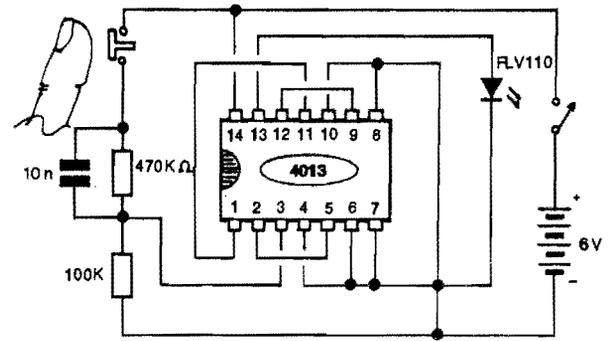

FIG. 6
- FIG. 6 - FAZENDO EXPERIÊNCIAS COMPROBATÓRIAS... - O Leitor/"Aluno" pode, muito facilmente, com o auxílio de uma matriz de contatos (Proto Board) realizar na prática algumas elucidativas EXPERIÊNCIAS, para comprovar, "ao vivo", o funcionamento dos blocos lógicos BIESTÁVEIS contidos no 4013, nas explicadas funções de divisor ou contador. Com um pouco de atenção, basta interligar os componentes sobre o Proto Board, "nos conformes" do esqueminha (que é muito simples...) para obter um divisor por 4 experimental... Uma rede RC, formada pelos resistores de 100K e 470K mais o capacitor de 10n, juntamente com um interruptor de pressão (push-button) tipo Normalmente Aberto, permite a injeção de pulsos na Entrada do sistema, um a um (fáceis de contar mentalmente, portanto...), através de pressões sequenciais no botão do dito interruptor... Para indicar o momentâneo estado digital presente na Saída, um LED comum é utilizado, e ligado de modo que apenas acenderá quando o pino 13 do 4013 se mostrar "alto", ou em "1"... Realizada a montagem experimental, totalmente sem solda (o que permitirá a posterior re-utilização dos componentes em outras experiências...), aplicam-se os pulsos, premindo o push-button uma vez para cada pulso e verifica-se que são necessários 4 pulsos na Entrada, para que o LED indicador mostre um período de acendimento... Se for apertado 8 vezes o interruptor, serão vistos dois períodos de acendimento do LED, e assim por diante...! Com um pouquinho de racio-
- FIG. 9 - INTERPRETANDO AS SAÍDAS DO 4040 COMO UM "TOTALIZADOR" (CONTADOR) BINÁRIO PRÁTICO... - Para simplificar as coisas, e não assustar muito a "turma", utilizaremos no presente exemplo, apenas as 4 primeiras Saídas do 4040, nas quais a Frequência do "trem de pulsos" original aparece nas proporções de F/2, F/4, F/8 e F/16. Pelo conjunto de "estados" possíveis (sempre "0" ou "1", como já sabemos...) nessas 4 Saídas, ordenadas da forma indicada, teremos em BINÁRIO a perfeita *contagem* dos pulsos aplicados à mencionada Entrada de CLOCK...! Se o "Aluno" for do tipo que "só acredita vendo", poderá realizar, num *Proto Board*, o circuito representado no diagrama, usando 4 LEDs nas Saídas, para indicar visualmente seus "estados", e aplicando à Entrada de CLOCK pulsos através de *push-button* (nos mesmo moldes da Experiência da FIG. 6...). Com isso, poderá comprovar a TABELA DE ESTADOS anexa à FIG. 9...